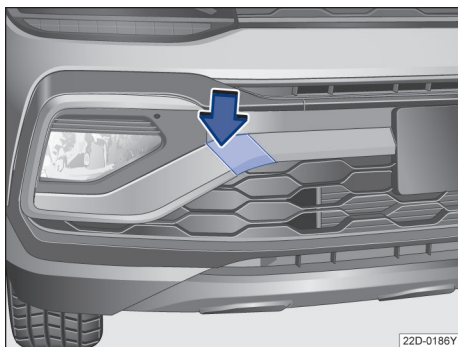

图 149 拆卸盖板
- 按压盖板的左侧区域→ 图 149（箭头），松开盖板的卡扣。